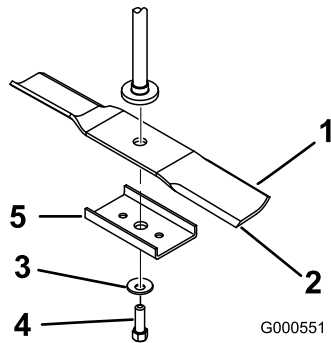

Figure 44
renfort (modèles de 42 pouces uniquement) et la lame de l'axe (Figure 44).
1. Placez la lame sur l'axe (Figure 44).
2. Montez le renfort (modèles de 42 pouces uniquement), la rondelle bombée (face concave vers la lame) et le boulon de lame (Figure 44).